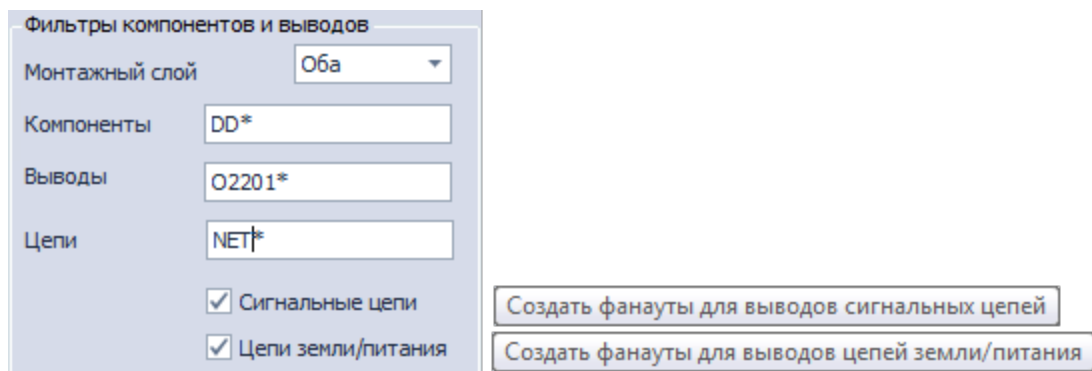

Рис. 236 Выбор типов цепей, соответствующих КП, для которых строятся фанаты
- Тип цепи. Выбор типа цепи, задается с помощью отметки флагом пунктов «Сигнальные цепи» и «Цепи земли/питания» поля «Фильтры компонентов и выводов», см. Рис. 236. Если поле не отмечено, то для цепей соответствующего типа построение фанатов не выполняется.